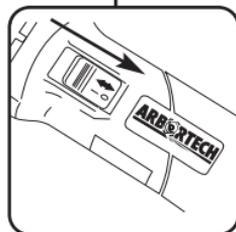

Abb.2
3. Stellen Sie sicher, dass sich der Ein-/Aus-Schalter in der Stellung OFF (Aus) befindet, bevor Sie den Netzstecker einstecken (Abb. 2).